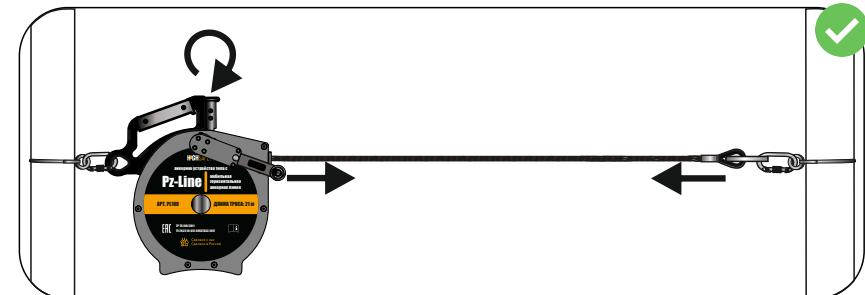

рис. 10
- Подсоедините ручку натяжения троса к верхнему выходу и устранит излишнее провисание троса (рис. 10), вращая ее по часовой стрелке. Трос следует натягивать до щелчка и до наступления легкого проворачивания ручки натяжения троса по отношению к корпусу ручки. При отпускании ручки натяжения троса она возвратится в исходное положение на одной линии с корпусом ручки.